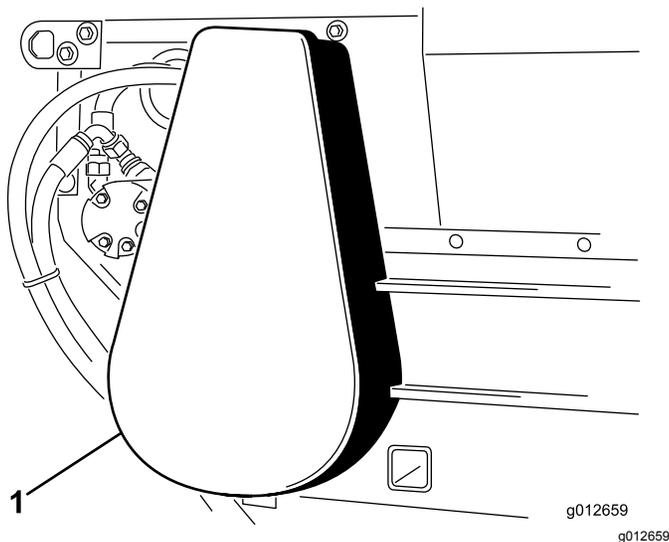

Рисунок 34
3. Установите крышку цепи (Рисунок 34).